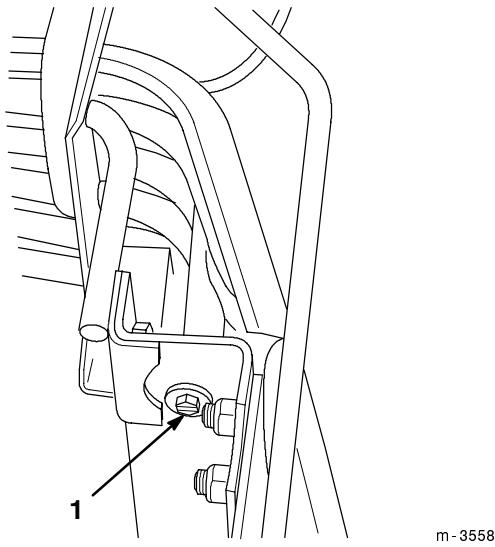

Abbildung 52
2. Den Kühlergrill des Traktors ausbauen, indem die Haube angehoben und die beiden Schrauben und Unterlegscheiben gelöst werden, mit denen er befestigt ist (Abb. 52). Die Haube schließen und den Kühlergrill nach vorne herausziehen.
7. Den Kühlergrill wieder am Traktor anbringen und mit den zwei vorher entfernten Schrauben und Unterlegscheiben befestigen (Abb. 52).
- Den Kühlergrill wieder am Traktor anbringen und mit den zwei vorher entfernten Schrauben und Unterlegscheiben befestigen (Abb. 52).
- Den Kühlergrill des Traktors ausbauen, indem die Haube angehoben und die beiden Schrauben und Unterlegscheiben gelöst werden, mit denen er befestigt ist (Abb. 52). Die Haube schließen und den Kühlergrill nach vorne herausziehen.
5. Den Kühlergrill wieder am Traktor anbringen und mit den zwei vorher entfernten Schrauben und Unterlegscheiben befestigen (Abb. 52).